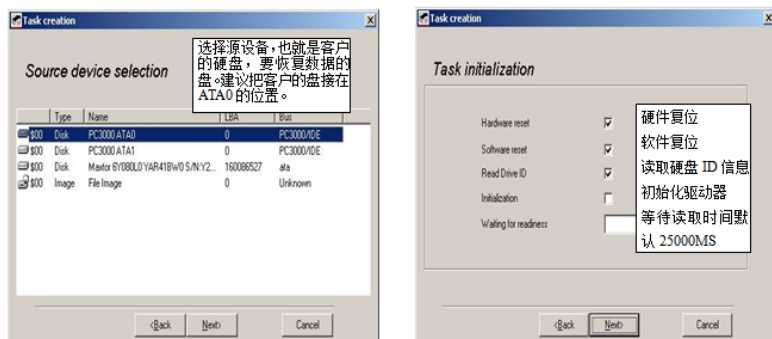

图 7-103 选择源设备
(2) 选择源设备，也就是客户的硬盘，要恢复数据的盘。建议把客户的盘接在 ATA0 的位置，如图 7-103 所示。